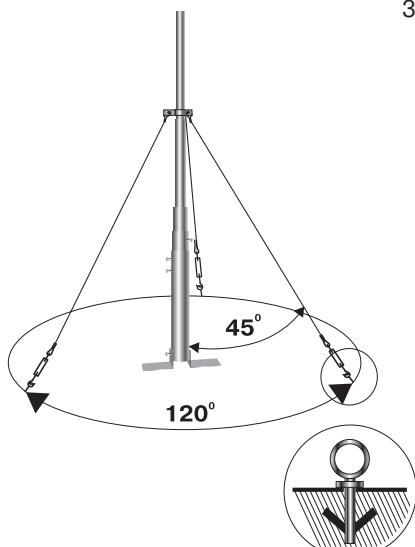

Рисунок 1.
- 3. Места для крепления оттяжек следует выбирать таким образом, чтобы их ветви проходили через горизонтальную окружность, центром которой является вертикальная ось мачты. Угол между ветвями оттяжек должен быть 120° в горизонтальной плоскости. Для увеличения несущей способности мачты и уменьшения нагрузки на ветви оттяжек и элементы крепежа следует увеличивать угол между вертикальной осью мачты и оттяжкой (т. е. угол должен быть более оптимально указанного угла 45°). см. **Рис. 1.**
6. Используя болты, анкеры, дюбеля и т.п. надежно прикрепите уголки подпятника к основанию (месту установки). **Рис. 3.** Установите элементы крепежа для монтажа оттяжек в предварительно выбранные точки **Рис. 1** и **Рис. 4.** Закрепите в необходимых местах мачты хомуты под оттяжки (при наличии в комплекте хомута-шайбы, просто надеть на соответствующее колено).